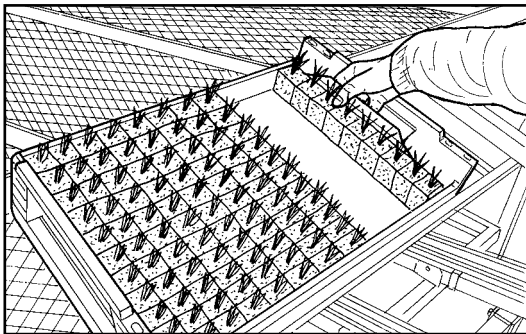
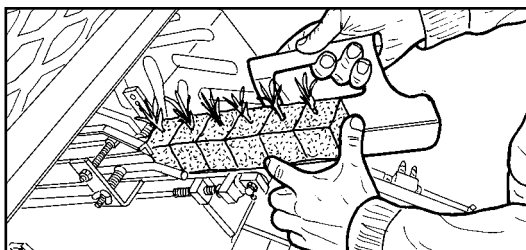

Fig. 1
Fig. 2
- Portarsi sulla linea di trapianto, abbassare il portacasse tramite il comando (E) e caricare le cassette delle piante.
- Attivare i corpi di trapianto tramite il selettore (11) ed attendere il segnale acustico che indica che la macchina è pronta.
- Impostare sul tastierino (F) la distanza a cui si vuole piantare.
- Attivare la "GUIDA AUTOMATICA" se le condizioni del terreno lo permettono, con il comando (12).
- Usando l'apposita paletta, prelevare le file di piantine (Fig. 1) e caricarle sul nastro trasportatore (Fig. 2), fino al riempimento dello stesso.
- Go to the transplant line, lower the holding beds using the control (E) and load the plant boxes.
- Activate the transplanting bodies with the selector (11) and wait for the sound signal that indicates the machine is ready.
- Set the planting distance on keyboard (F).
- Activate the "AUTOMATIC DRIVE" position if the conditions of the soil allow, with the control (12).
- Using the appropriate shovel, pick-up the rows of plants (Fig. 1) and load them onto the transporting belt (Fig. 2), until filling of the same.
- Se positionner sur la ligne de transplantation, baisser le porte-caisses au travers le commande (E) et charger les caisses et charger les caisses des plantes.
- Activer les corps de repiquage à l'aide du sélecteur (11) et attendre le signal sonore qui indique que la machine est prête.
- Programmer sur le clavier (F) la distance à laquelle on veut planter.
- Activer la "GUIDA AUTOMATICA" ("CONDUITE AUTOMATIQUE") si les conditions du terrain le permettent, à l'aide de la commande (12).
- En utilisant la palette appropriée, prélever les rangs de plants (Fig. 1) et les charger sur la bande de transport (Fig. 2), jusqu'à son remplissage.
- Vaya a la línea de trasplante, baje el portacajas mediante el mando (E) y cargue las cajas de las plantas.
- Active los cuerpos de trasplante mediante el selector (11) y espere la señal acústica que indica que la máquina está lista.
- Configure en el teclado (F) la distancia en que se desea plantar.
- Con el mando (12), active la "GUÍA AUTOMÁTICA" si las condiciones del terreno lo permiten.
- Usando la palita correspondiente, sacar las filas de plantas (Fig. 1) y cargarlas en la cinta transportadora (Fig. 2), hasta llenar la misma.